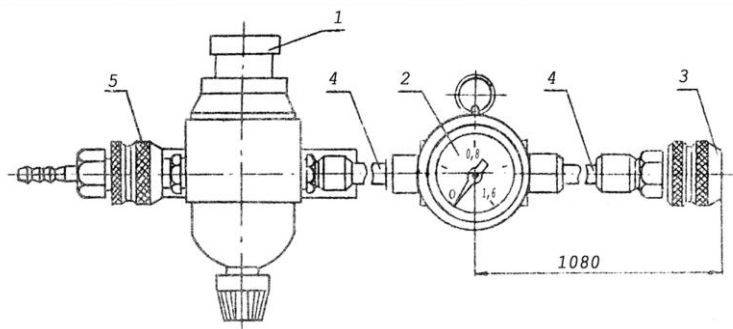

Рисунок 61 – Пневмотестер: 1 - блок питания, 2 - указатель,
**Проверка цилиндропоршневой группы по относительной неплотности.** Прибор К-272 (рисунок 61) позволяет проверять техническое состояние ЦПГ, прилегания клапанов газораспределения и прокладки головки блока. Прибор пригоден для диагностирования двигателей внутреннего сгорания (ДВС) с диаметром цилиндров от 30 до 130 мм. Он работает от сети сжатого воздуха давлением 0,4...0,6 МПа ( $4...6 \text{ кгс/см}^2$ ).